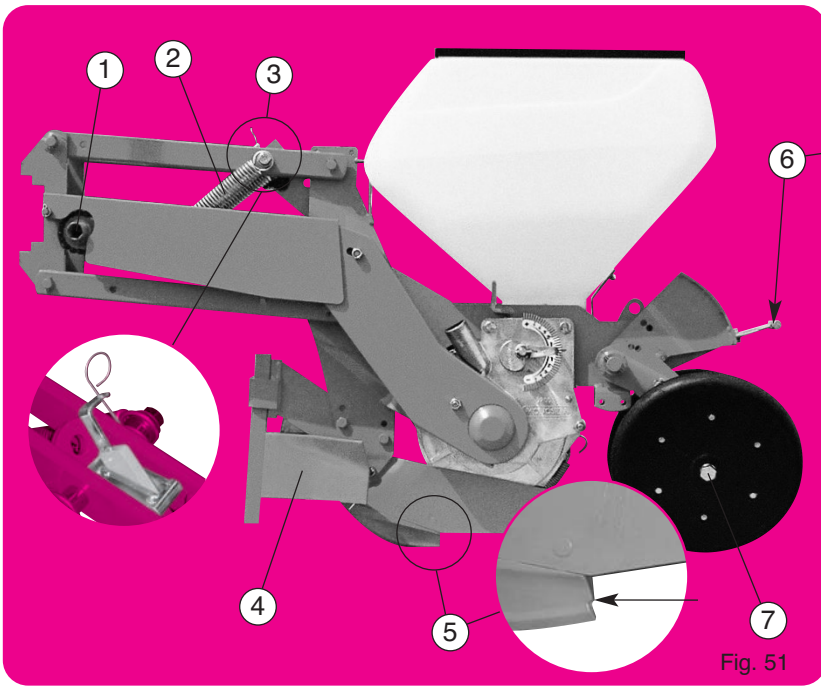

Fig. 51
Version de base (fig. 51) Élément monté sur parallélogramme, terrage par le bloc arrière - système à crans (fig. 51 - 52) - chasse-mottes avant avec coultre - soc standard maïs - roues arrière inclinées autonettoyantes - trémie 40 litres
- ① Système de sécurité (fig. 51) : il provoque un cratage sonore en cas de blocage de la distribution. Un arrêt est alors obligatoire (voir page 29). Graisser les dents du crabat à la mise en route pour faciliter les premiers déclenchements.
- ② Ressorts de parallélogramme : ils accentuent le poids de l'élément. En cas de trop forte pénétration, les ressorts peuvent être supprimés (1 ou les 2).
- ④ Chasse-mottes : doit travailler superficiellement pour éviter les risques de bourrages au niveau du boîtier ou de la chaîne.
- ⑤ Lorsque l'usage du soc atteint le stade du décrochement, le semis devient irrégulier : la pointe doit alors impérativement être remplacée.
- ⑥ Réglage du terrage (fig. 51 - 52) une jauge graduée facilite l'uniformité du réglage.
- ⑦ Réglage de l'écartement des roues maïs (fig. 51) : 2 bagues sur moyeux que l'on place, soit côté inférieur, soit côté extérieur, permettant d'obtenir 2 écartements à la base. Utiliser les roues reserrées pour semis superficiels (1 à 3 cm).
- ⑨ Fig. 60 : Terrage sur roue avant, à partir de l'élément maïs (fig. 51), pour cette option, il est nécessaire de se procurer le kit (fig. 56) et la roue avant 300 x 100 (fig. 59). Commencer par déverrouiller le bloc tasseur arrière (12) du bras de réglage (13) (fig. 55), pour cela : enlever la broche (14) le bloc tasseur arrière (12) reste libre. Le secteur (15) reste fixé sur le corps (16) par la vis (17) en P2 (fig. 60). Monter le kit terrage par balancier (fig. 56) suivant schéma (fig. 60). La profondeur de mise en terre est obtenue en modifiant la position de la roue avant en actionnant le levier (18) (réglage par crans).
- ⑩ Fig. 60 : Terrage par balancier, à partir de l'élément maïs (fig. 51), pour cette option, il est nécessaire de se procurer le kit (fig. 56), la roue 300 x 100 (fig. 59) ou l'ensemble double-disques à roues 260 x 90 (fig. 61). Commencer par déverrouiller le bloc tasseur arrière (12) du bras de réglage (13) (fig. 55), enlever la broche (14), le bloc tasseur arrière (12) doit être soldé au secteur (15) par la vis (17) en P.3 (fig. 60). Monter la roue avant 300 x 100 (16) avec ses bras (18) et son chasse-mottes.
Basic version (fig. 51) element mounted on a parallelogram, depth control via the rear unit, notch system (fig. 51 - 52) - Front clod remover with coulters - standard corn share - self-cleaning inclined rear wheels - 40 litre grain tank.
- ① Safety system (fig. 51) : this causes the clutch to sound in case of a blockage in the metering system. When this clutch sound is heard, stop the machine immediately (see page 29). The teeth of the clutch should be lubricated when restarting in order to make the first declutching easier.
- ② Parallelogram springs : these increase the element's weight. If the penetration is too great, the springs may be removed (one or both).
- ④ Clod remover : should work on the ground surface to avoid plugging at the metering box or chain.
- ⑤ When the shoe reaches this point of wear, sowing becomes irregular : the tip must then be replaced.
- ⑥ Adjustment of the depth (fig. 51 - 52) : a gradual scale makes it easier to set the unit at a uniform depth.
- ⑦ Adjustment of the spacing of corn press wheels (fig. 51) : placing the 2 bushings on the inside or the outside of the wheel hub allows for 2 basic widths. Use the narrow setting for shallow seeding (1-3 cm) (3/8 - 1 1/2").
- ⑨ Fig. 60 : Depth control on front wheel, via the corn element fig. 51. For this option you will need the kit (fig. 56) and the 300 x 100 front wheel. Start by detaching the rear seed firming unit (12) from the adjusting arm (13) (fig. 55). Remove the pin and the rear seed firming unit (12) will remain free. The sector (15) will remain secured to the body (16) via the P2 screw (17) (fig. 60). Assemble the swinging arm depth control kit (fig. 56) in accordance with the diagram (fig. 60). The planting depth is adjusted by changing the position of the front wheel using the lever (18) (adjusting through notches).
- ⑩ Fig. 60 : Depth control via swinging arm, using the corn element (fig. 51). For this option you will need the kit (fig. 56), the 300 x 100 front wheel (fig. 59) or the 260 x 90 double wheel assembly (fig. 61). Start by detaching the rear seed firming unit (12) from the adjusting arm (13) (fig. 55). Remove the pin and the rear seed firming unit (12) should remain attached to the sector (15) via the P3 screw (17) (fig. 60). Assemble the 300 x 100 front wheel (16) with its arms (18) and its clod remover.
Grundausführung (Abb. 51) : Vorrichtung auf Parallelogramm, Tiefenregulierung über Heckblock, Rastersystem. (Abb. 51 - 52).
- ① Überlastsicherung (Abb. 51) : Wenn die Säscheibe blockiert ist (durch Einwirkung von Fremdkörpern) spricht die Überlastsicherung an durch ein knarrendes Geräusch. Halten Sie sofort die Maschine an, um die Ursache festzustellen (siehe Seite 29). Bei der Inbetriebsetzung sind die Zähne der Kupplung zu schmieren, um das Auslösen der Kupplung zu erleichtern.
- ② Federn am Parallelogramm : zur Gewichtserhöhung. Bei zu tiefem Einsinken kann man die Federn entfernen (eine, oder beide).
- ⑦ Weiteneinstellung der Mais-Andruckrollen (Abb. 51) : Beim Einsetzen der Distanzhülsen auf der einen oder anderen Seite der Achse, können zwei verschiedene Weiten der Andruckrollen erzielt werden. Bei oberflächlicher Aussaat (1 bis 3 cm) sind die eng liegenden Andruckrollen zu verwenden.
- ⑨ Abb. 60: Tiefenregulierung über Vorderrad bei Maisvorrichtung Abb. 51, hier ist das Zusatzkit (Abb. 56) und das Vorderrad 300 x 100 (Abb. 59) erforderlich. Zuerst Heckandruckrollenblock (12) am Verstellhebel (13) (Abb. 55) lösen. Klammer (14) entfernen, Heckandruckrollenblock (12) bleibt frei. Sektor (15) ist mit einer Schraube (17) an (16) in P2 befestigt (Abb. 60). Das Schwenvorrichtungs-Kit zur Tiefenregulierung (Abb. 56) nach Vorlage (Abb. 60) montieren. Einstellung der Arbeitstiefe am Hebel (18) des Vorderrades (Rastersystem).
- ⑩ Abb. 60: Tiefenregulierung mit Schwenvorrichtung, mit Maisvorrichtung (Abb. 51) Für diese Option ist das Kit (Abb. 56), das Rad 300 x 100 (Abb. 59), oder die Vorrichtung Radscheiben 260 x 90 (Abb. 61) erforderlich. Zuerst den Arbeitstiefeneinsteller (12) am Heck vom Verstellhebel (13) (Abb. 55) lösen, die Klammer (14) entfernen, Heckblock (12) mit dem Sektor (15) über eine Schraube (17) an (16) in P3 (Abb. 60) festgeschraubt. Vorderrad 300 x 100 (16) mit den Auslegern (18) und dem Klutenräumer anbringen.